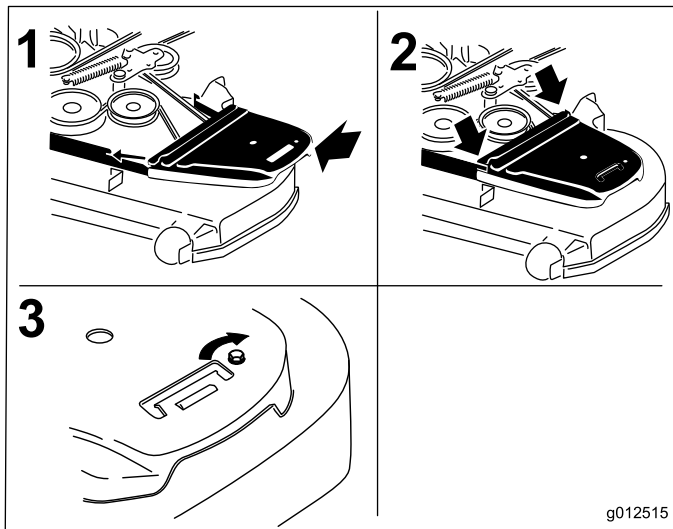

Bild 74
12. Bringen Sie die Riemenabdeckungen und die Schrauben an (Bild 74).